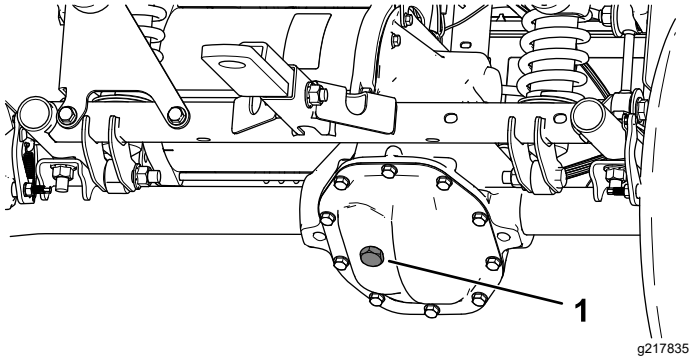

Bild 50
- Entfernen Sie die Füllschraube am Getriebe (Bild 50).
- Wenn der Ölstand niedrig ist, nehmen Sie die Füllschraube ab und füllen Sie die angegebene Ölsorte ein, bis das Öl aus dem Loch ausläuft (Bild 50).
- Entfernen Sie die Füllschraube am Getriebe und füllen Sie das Getriebe mit Öl der angegebenen Sorte, bis es aus dem Füllloch ausläuft (Bild 50).